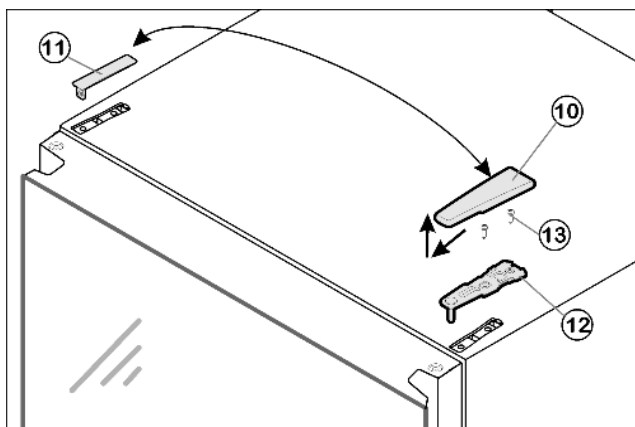

Рис. 8
- ▶ Потяните защитную крышку вперед и вверх Рис. 8 (10).
- ▶ Снимите защитную крышку Рис. 8 (11).
- ▶ Отвинтите опорную деталь Рис. 8 (12) (2 раза Torx 25) Рис. 8 (13) и потяните вверх.
- ▶ Вставьте опорный кронштейн Рис. 8 (12) на противоположную сторону.
- ▶ Прикрутите верхний кронштейн (4 Nm) (2 раза Torx 25) Рис. 8 (13). Выдавите отверстия, используя шуруповерт.
- ▶ Переставьте крышку Рис. 8 (11) и крышку Рис. 8 (10) на противоположную сторону.